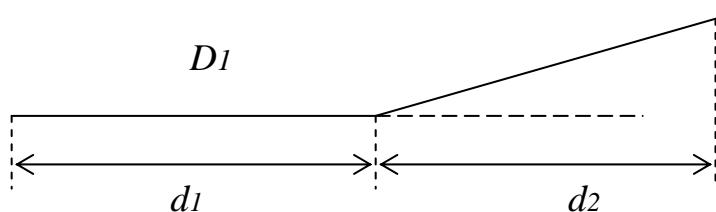

рис. 1
3. Вычислить горизонтальное проложение d измеренных расстояний, т.е. ввести поправку в измеренные расстояния за уклон местности по формуле: $d = D \cos v$ (рис.1). Расстояние округлять до 0,01 м.